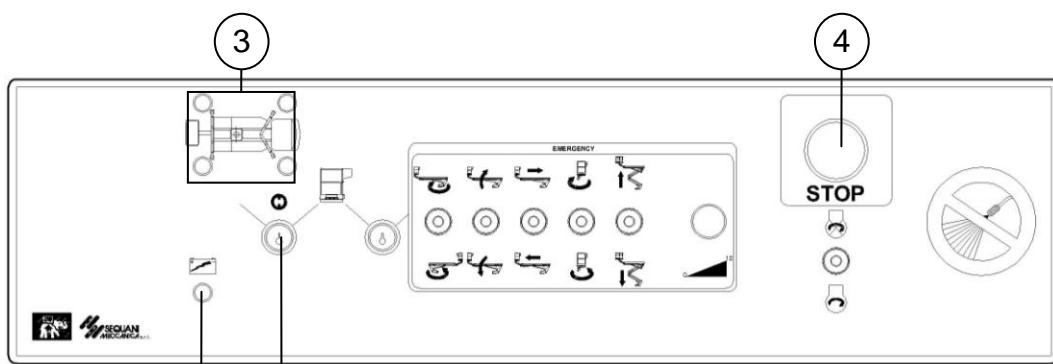

fig. 4.3.6
- ruotare la chiave del selettor (pos.1 fig. 4.3.6) nella posizione “Piattaforma di lavoro”
- inserire la chiave nel selettori del quadro comandi a terra e ruotarla in posizione "stabilizzatori" (pos. 1 fig. 4.3.6)
- verificare lo spegnimento delle spie gialle degli stabilizzatori (pos. 3 fig. 4.3.6)
- ruotare la chiave nella posizione "neutra" ed estrarla dal selettori (pos. 1 fig. 4.3.6).